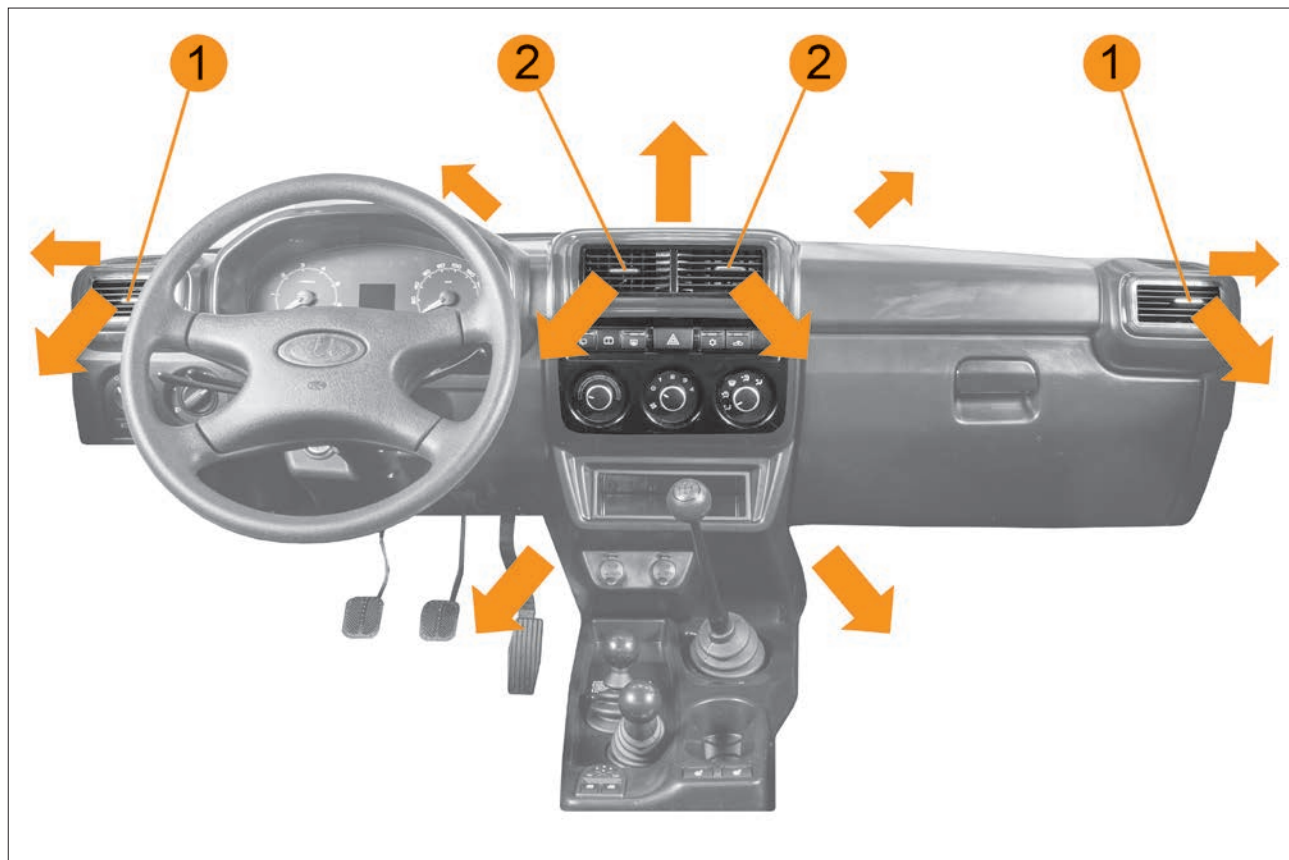

Рис. 26. Дефлекторы отопительно-вентиляционной установки
Рукоятками **1** (рис. 26) регулируется направление воздушного потока в боковых дефлекторах, а рукоятками **2** регулируется направление воздушного потока в центральных дефлекторах.
– рукоятками **1** и **2** (см. рис. 26) отрегулируйте направление воздушных потоков в боковых и центральных дефлекторах в зависимости от желаемого направления;
- рукоятками **1** (см. рис. 26) направить воздушный поток в боковых дефлекторах на соответствующие боковые стекла в зону обзора зеркал заднего вида;
- рукоятками **1** (см. рис. 26) направить воздушный поток в боковых дефлекторах на соответствующие боковые стекла в зону наибольшего обледенения;